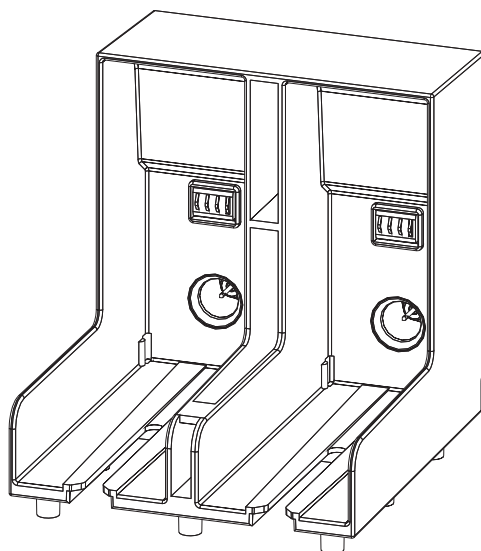

Рисунок 6-3: Разъем держателя картриджа
- 5 Вставьте новый картридж для чернил в держатель для картриджа, совместив ключ картриджа с соответствующим азом держателя (Рисунок 6-3 на странице 6-6).